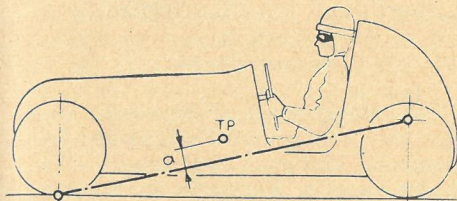

Fig. 8.
depunktets Afstand fra Forbindelseslinien imellem Krængningscenterne for henholdsvis For- og Baghjulsofhængning. Paa Fig. 8 er vist en Midget-Racer med parallelt affjedrede Forhjul og højtliggende Krængningscentrum bagtil. Forbindelseslinien mellem de to Centrer (Krængningsaksen) passer under Tyngdepunktet (TP) i Afstanden a. Hvis denne Vogn havde haft parallelt førte Baghjul, vilde Krængningscentret for Baghjulene ogsaa ligge ned paa selve Vejbanen,